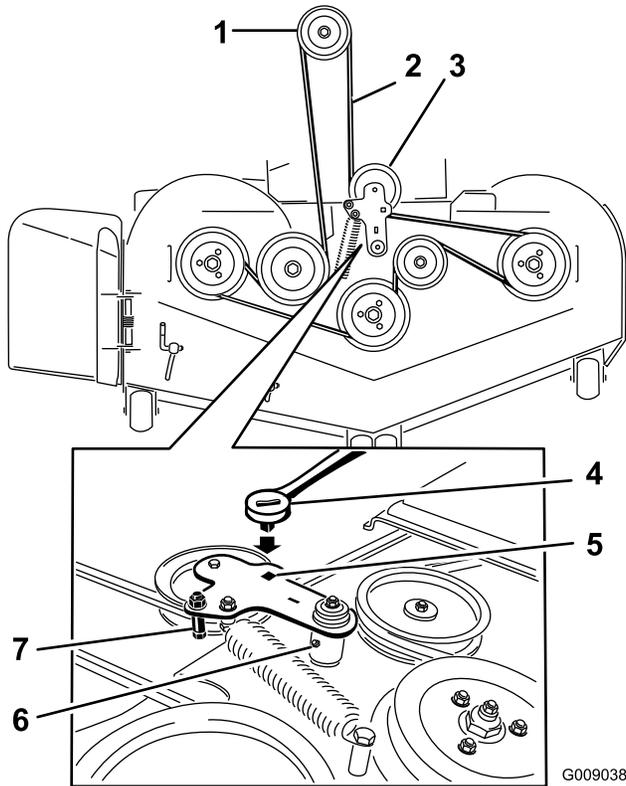

Figura 96
5. Levante la chapa de suelo e introduzca una llave dinamométrica en el taladro cuadrado del brazo tensor de la carcasa (Figura 96).
6. Gire cuidadosamente el brazo tensor de la carcasa en sentido horario y retire la correa del cortacésped (Figura 96).